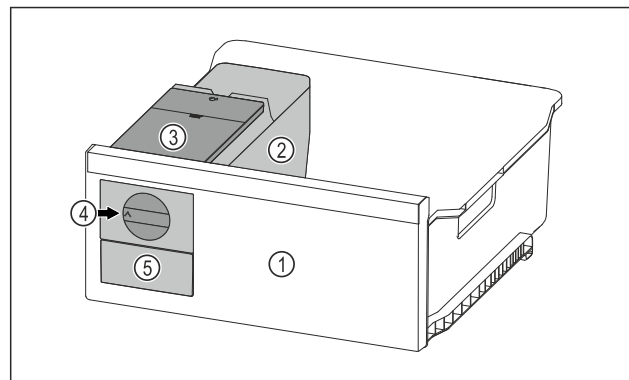

Fig. 97 Ilustrační zobrazení
- ▶ Otočte otočný knoflík Fig. 97 (4) ve směru hodinových ručiček až na doraz.
- ▷ Kostky ledu padají z misky na kostky ledu do zásuvky na kostky ledu Fig. 97 (5).